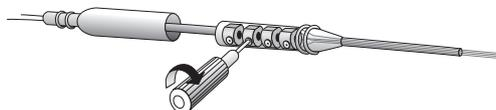

Figura 17. Aperte os parafusos de fixação
4. Antes de tentar a estimulação, deverá apertar os quatro parafusos de fixação, aparafusando-os no sentido dos ponteiros do relógio com a chave dinamométrica fornecida (Figura 17). Aperte os parafusos de fixação só até a chave dinamométrica emitir um estalido.